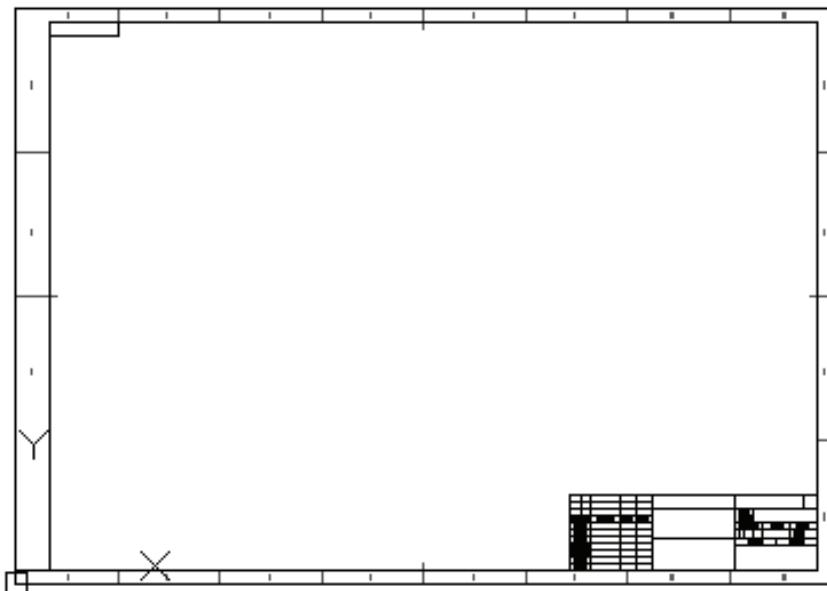

图 9-6 A2-2 样板图
1) 建立新文件。启动 AutoCAD 2016 应用程序，单击“标准”工具栏中的“新建”按钮 ，弹出“选择样板文件”对话框，选择随书光盘文件 X:\源文件\A2-2 样板图.dwt，单击“打开”按钮，如图 9-6 所示。另存为新文件；将新文件命名为“球阀装配平面图.dwg”并保存。